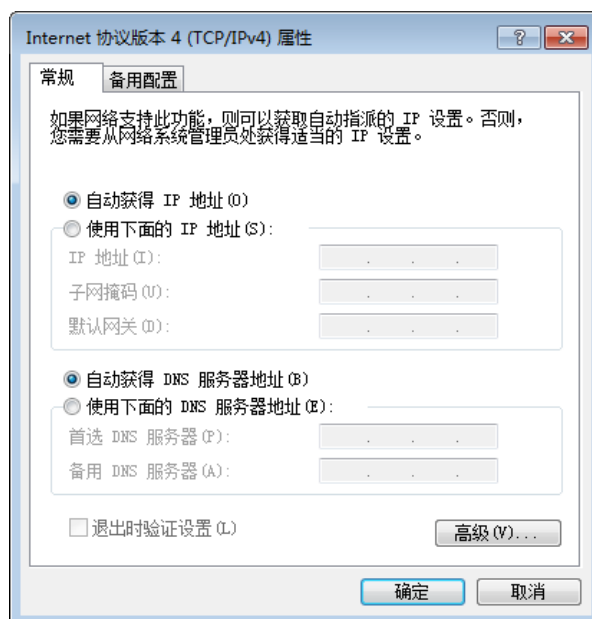

图2-2 本地网卡配置
1. 依次打开 PC 上的“控制面板” > “网络和 Internet” > “网络和共享中心” > “更改适配器配置”，选择对应的网口，将网口配置成自动获取 IP 地址或静态 IP，如图 2-2 所示。确保 PC 与设备在同一个局域网。